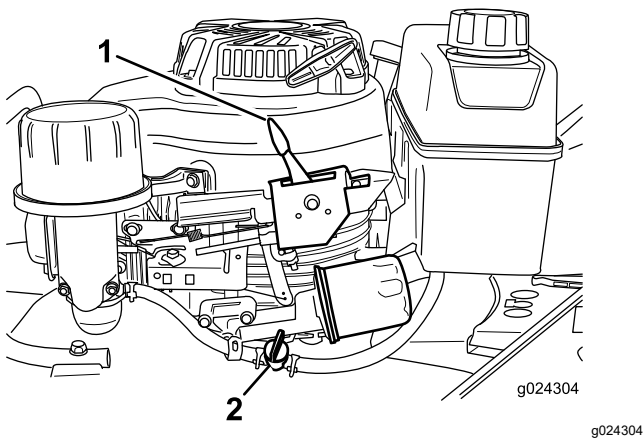

Bild 15
2. Drehen Sie den Hebel des Kraftstoffhahns nach **rechts**, um den Kraftstoffhahn zu öffnen (Bild 15).
Lassen Sie den Schaltbügel los und stellen Sie den Gasbedienungshebel (Bild 15) auf die Stopp-Stellung.
Hinweis: Schließen Sie den Kraftstoffhahn (Bild 15), wenn Sie den Motor nicht bald wieder anlassen.